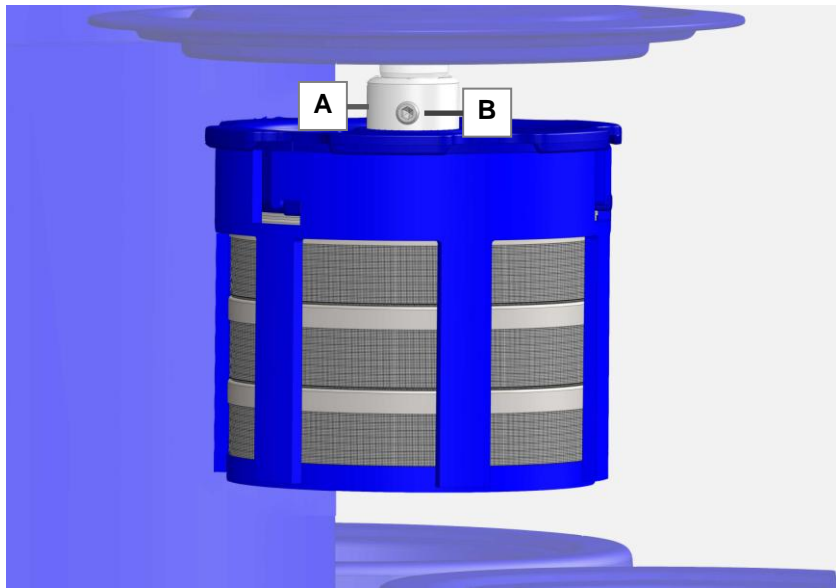

Fig. 8.2.1 Sujeción del alojamiento
**Criterios de comprobación** Compruebe si el alojamiento de la cesta o el portamecanismos (*fig. 8.2.1.A.*) está correctamente fijado al eje de accionamiento.
**Medida** Apriete el tornillo de fijación (*fig. 8.2.1.B*), si es necesario, con una llave allen de 2 mm.